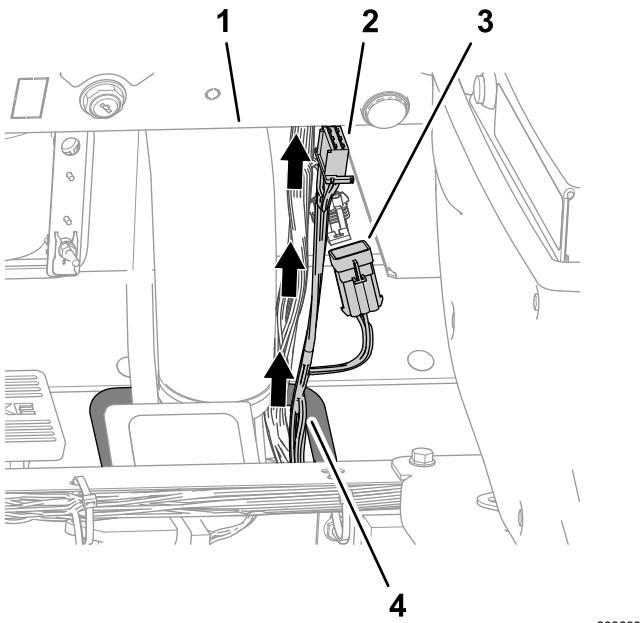

Figura 19
2. Continue a encaminhar a secção da cablagem do kit para cima e sob o painel de instrumentos da máquina (Figura 19).